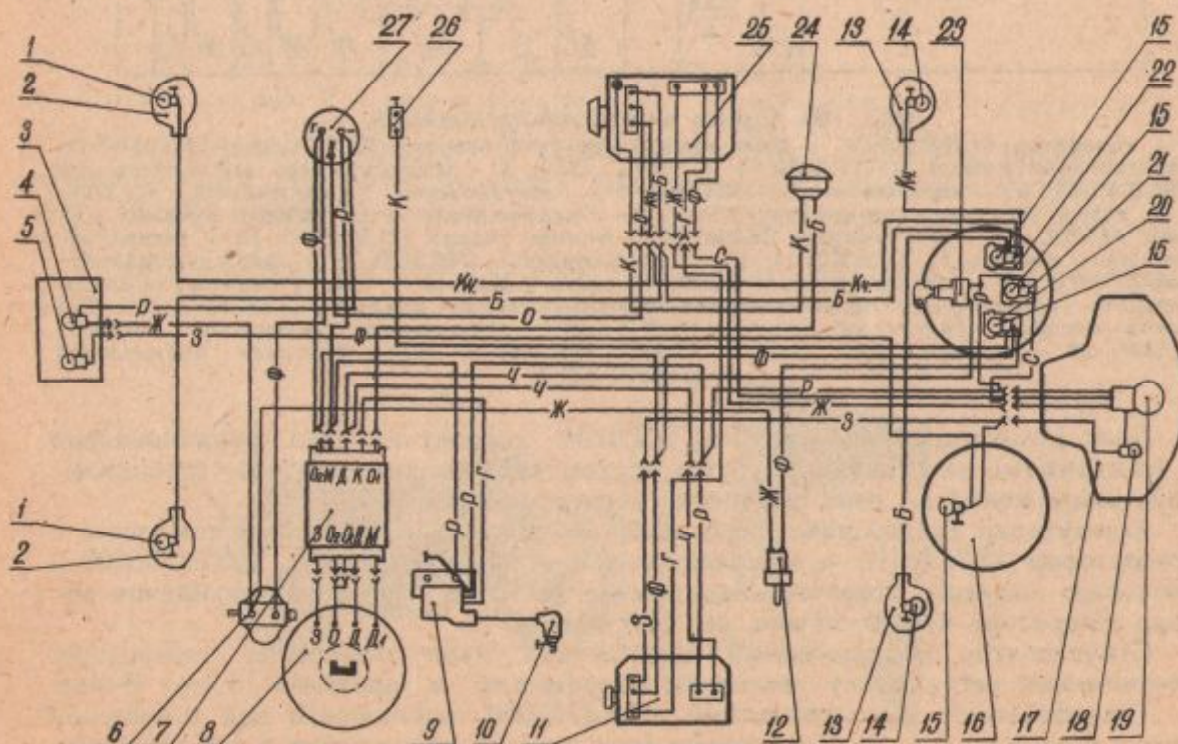

Рис. 16. Схема электрических соединений.
5.10. Электрооборудование (рис. 16). Электрооборудование мотоцикла работает на переменном токе. Оно состоит из систем зажигания, освещения и сигнализации. На мотоцикле применена так называемая «однопроводная схема» (вторым проводником являются металлические узлы конструкции). Все провода объединены в один жгут и для удобства монтажа имеют определенный цвет (рис. 16).
5.10.2. Система зажигания на мотоцикле ММВЗ-3.112.1 — электронная (рис. 16а). Она состоит из двух обмоток генератора, индукционного датчика, электронного коммутатора, высоковольтного трансформатора, провода высокого напряжения, подавительного сопротивления, свечи зажигания, проводов низкого напряжения.
Рис. 16а. Схема электрооборудования.